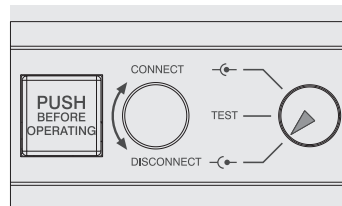

Figura 52
- interruptor en posición de extraído (véase Figura 52)